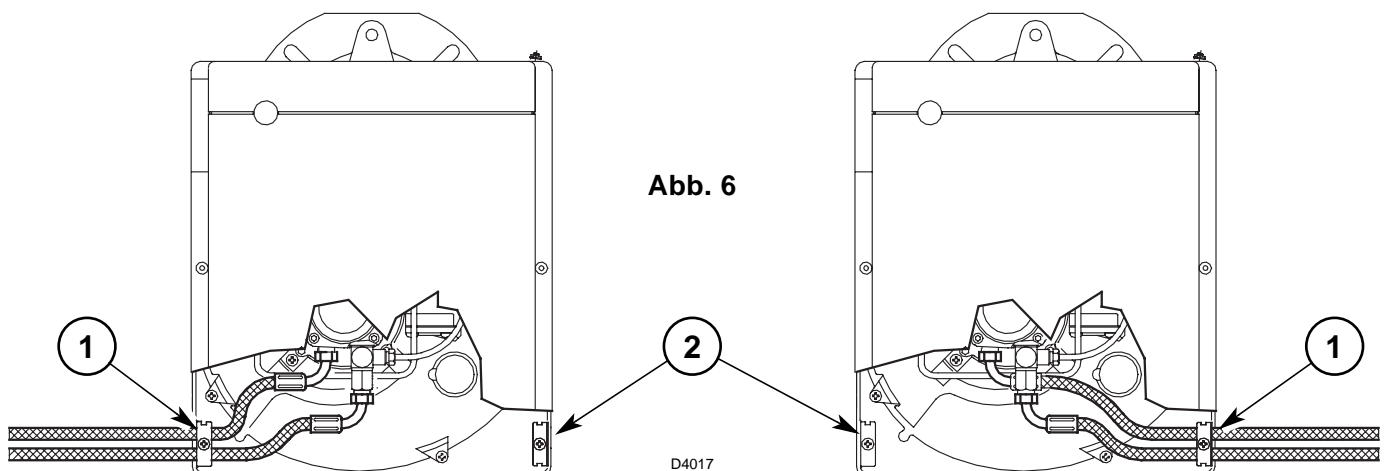

Abb. 6
Es muß jeweils die Halteschelle (1) bzw. der Verschlusswinkel (2) gewechselt werden. (Siehe Abb. 6).